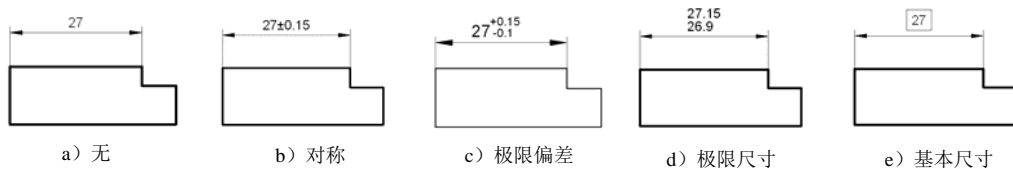

图 8.2.16 设置公差格式
- **方式 (M)**: 下拉列表: 确定以何种方式标注公差, 包括“无”“对称”“极限偏差”“极限尺寸”和“基本尺寸”选项(建议使用 txt 字体), 如图 8.2.16 所示。